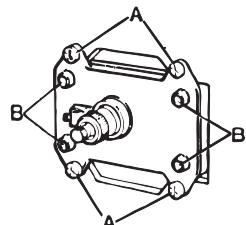

Fig. 16
- Skruva fast mekanismen med de 4 självgångande skruvarna (fig. 16) och ta bort spaken.
- Montera kåpan och se till att snäppena sitter ordentligt i mekanismens fyra fästen (B fig. 16).